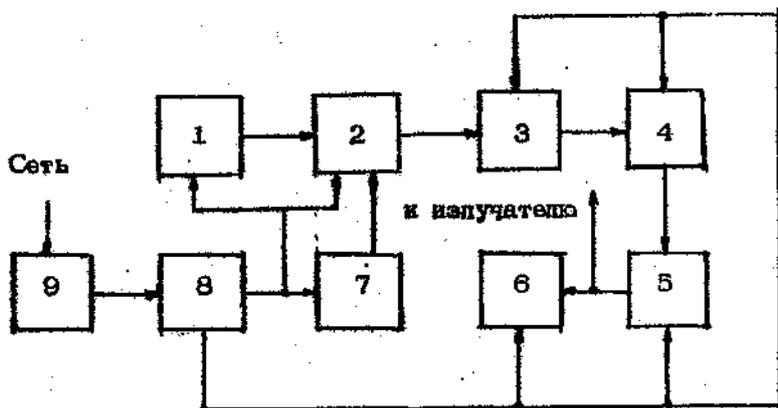

Рис. 3. Схема электрическая функциональная электронного блока аппарата УЗТ-1.01 Ф
4.2.1. Схема электрическая функциональная электронного блока аппарата представлена на рис. 3.